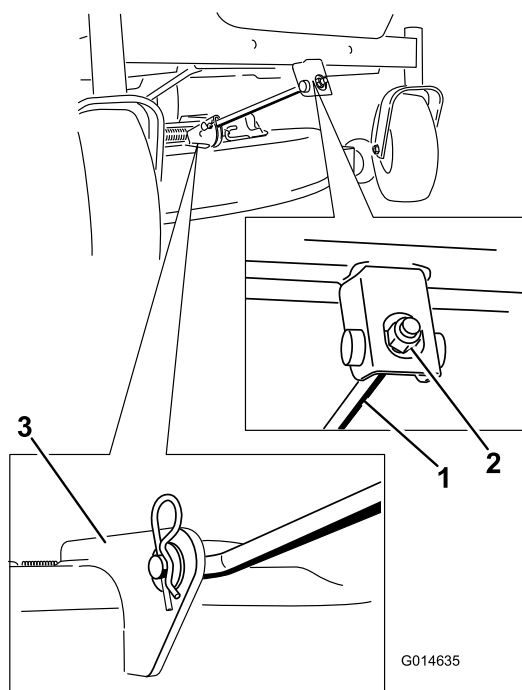

Figure 57
4. Retirez la goupille fendue de la tige de support avant et déposez la tige du support de tablier (Figure 57). Abaissez doucement l'avant du tablier de coupe au sol.
- Fixez la tige de support avant au tablier de coupe à l'aide de l'axe de chape et de la goupille fendue (Figure 57).